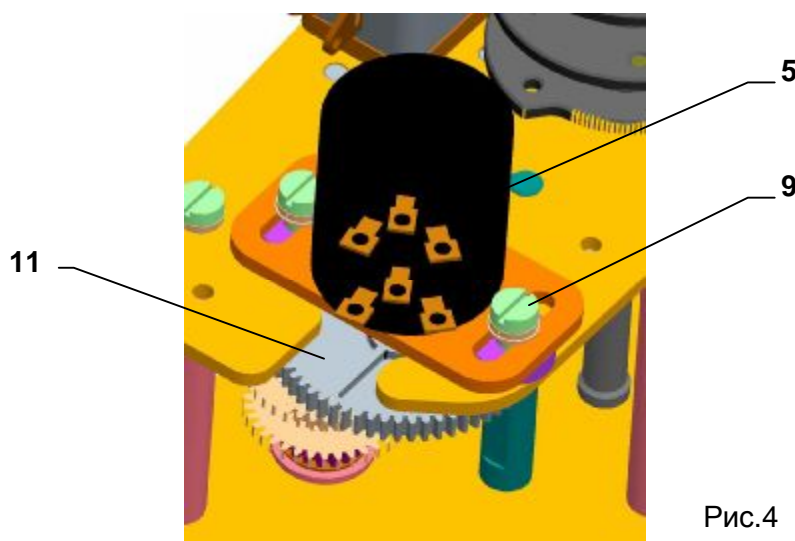

Рис.4
- в исполнении с омическим датчиком, вынесите датчик из зацепления ,(Рис.4);
- ослабьте гайку (22) при одновременном прижимании центральной накатной гайки (23) и потом гайку (23) крепящую кулачки расслабьте настолько, чтоб тарелчатые пружины на кулачках еще создавали аксиальное пружинное усилие;
- ЭП перестановте в положение «открыто» и кулачком (29) поворачивайте в направлении часовой стрелки, вплоть до переключения выключателя S3 (25).
- ЭП перестановте о ход, при котором он будет сигнализировать положение «открыто» и кулачки (31) поворачивайте в направлении часовой стрелки, вплоть до переключения выключателя S5 (27);
- ЭП перестановте в положение «закрыто» и кулачком (28) поворачивайте против направления часовой стрелки (при виде сверху) , вплоть до переключения выключателя S4 (24) ;
- ЭП перестановте обратно о ход, в котором он сигнализирует положение «закрыто» и кулачком (30) поворачивайте против направления часовой стрелки, вплоть до переключения выключателя S6 (26);
- после настройки ЭП, рукой закрепите кулачки центральной акатной гайки (23) при одновременном прижимании, потом гайку подтяните контргайкой (22) ;
- поворочте диск указателя положения (32) для данного рабочего угла l по отношению к отметке на смотровом отверстии верхнего кожуха;
4.3 Установка омического датчика (рис.4)